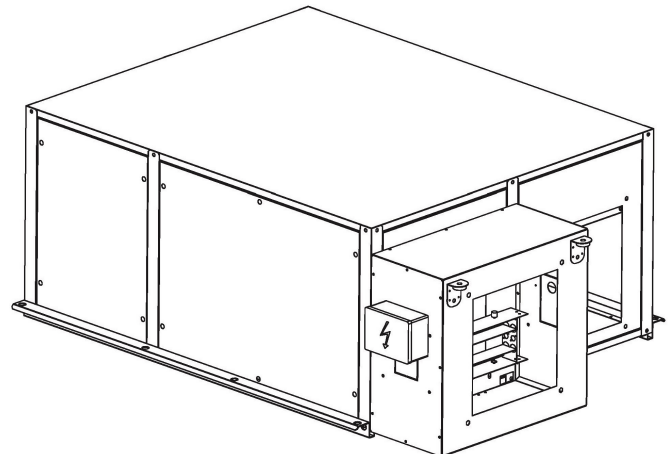

Fig.8
- Terminate queste operazioni il modulo risulterà montato come in **fig. 8**.